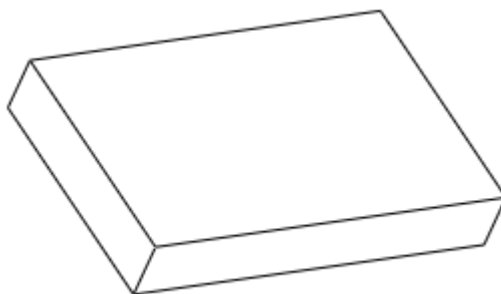

图 46-6
- (5) 单击特征操控板中的  按钮，完成拉伸特征建立，如图 46-6 所示。